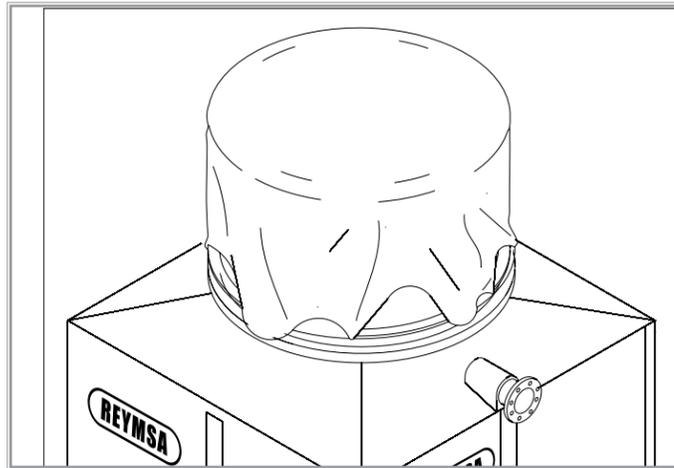

Figura C-12: Cubierta del ducto del ventilador
- Cubra la unidad y todos los componentes para evitar cualquier formación de hielo debido a la lluvia o nieve y mantenerla limpia por dentro y por fuera, especialmente la abertura de descarga del ventilador, como se muestra en la Figura C-12.